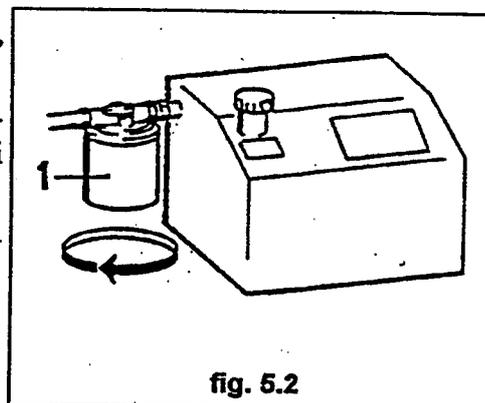

fig. 5.2
Ogni 1000 ore di lavoro procedere alla sostituzione della cartuccia dell'olio idraulico procedendo nel modo seguente (*fig. 5.2*):
- svitare la cartuccia utilizzando, se necessario, l'apposita chiave a catena (*fig. 5.2, part. 1*),